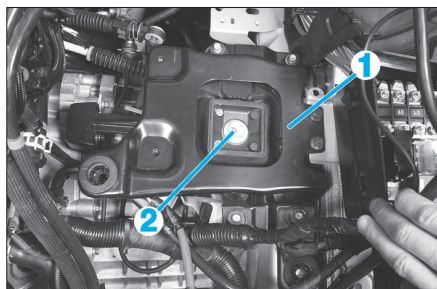

FIG. 4
- la tôle du support de boîte de vitesses (1) (Fig.4) sur la caisse.